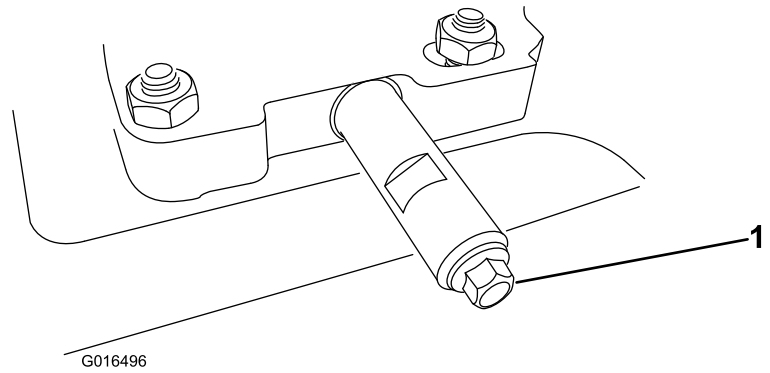

Figure 33
- Nettoyez la surface autour du bouchon de vidange d'huile (Figure 33).